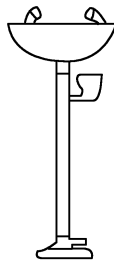

图 1-4 座式紧急洗眼器
(2)座式紧急洗眼器:这种洗眼器安装在地面上,高1.05cm左右,上部有一洗眼盘,内置两个固定喷头(见图1-4),喷水幕高度为2cm左右,水幕范围2.5~11.7cm左右。使用者以45°向前弯腰,眼睛恰好碰触水源,水幕刚好覆盖双眼,其宽度包含眼睛的内角和外角。